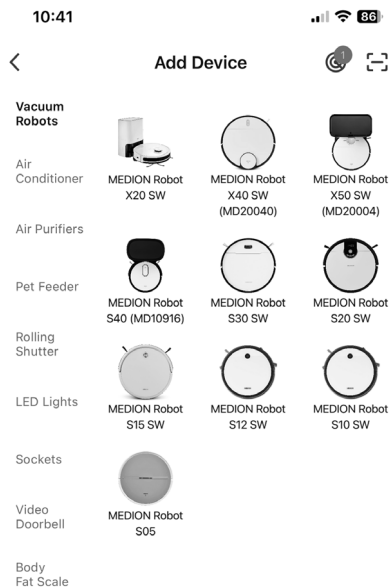

Fig. 2
- ▶ Selezionare il modello **X40 SW** corretto dall'elenco generale. (vedere la fig. 2).